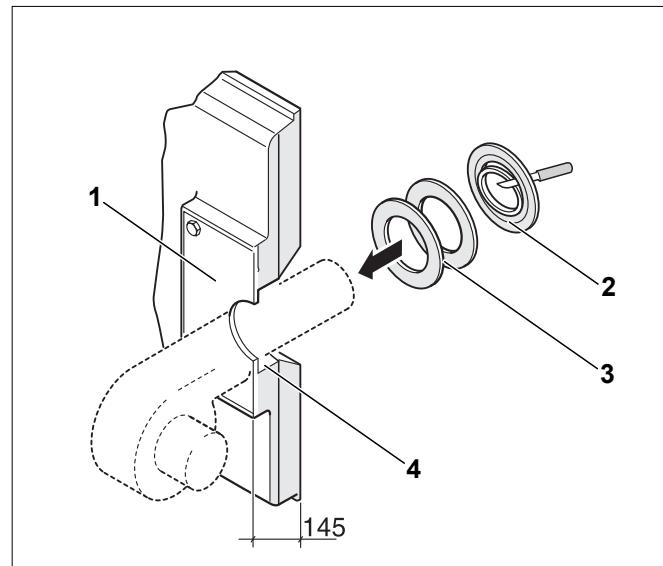

Рис. 66 Монтаж горелки (размер в мм)
- ▶ В пластине под горелку (рис. 66, [1]) просверлите или вырежьте автогеном отверстие, соответствующее диаметру трубы горелки (\varnothing макс. 270 мм).
- ▶ Вырежьте изолирующие кольца в соответствии с диаметром трубы горелки (рис. 66, [2]).
- ▶ Уложить в зазор между теплоизоляцией дверцы горелки и трубой горелки (рис. 66, [4]) соответствующие изолирующие кольца (рис. 66, [3]).